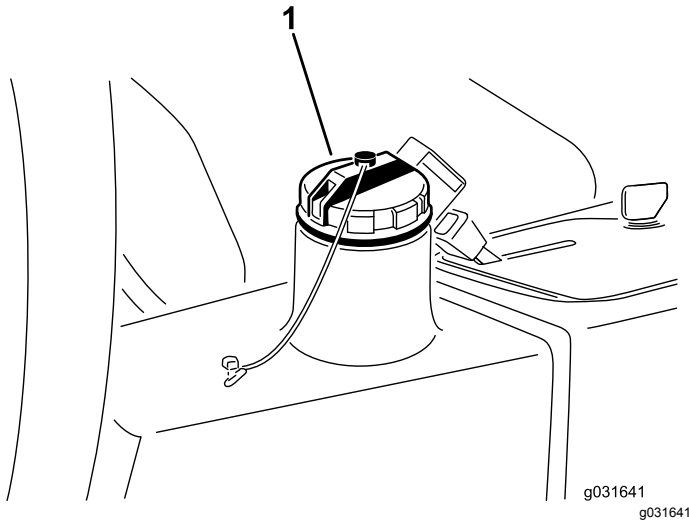

Figure 62
4. Versez environ 13,2 L (3,5 gal américains) de liquide hydraulique dans le réservoir (Figure 62); voir Contrôle du système hydraulique (page 52).